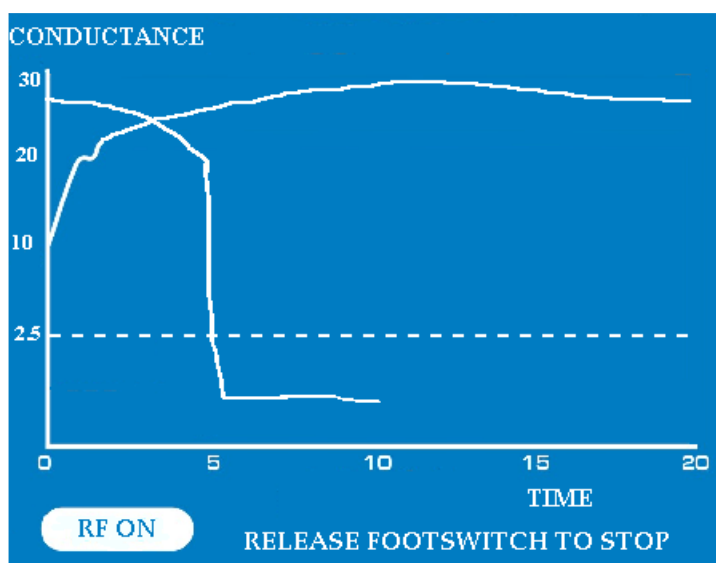

図 10 20 秒間以上凝固を続けた場合の重なりを示すディスプレイ
2. フットスイッチを踏み込んで高周波通電を開始して下さい。高周波通電は、フットスイッチの踏み込みを解除するか、あるいは連続通電が 40 秒を超えると自動的に通電が終了します。ディスプレイに本品が作動して RF ON モードになったことが示されます (図 10 参照)。ASU2 フロントパネルの RF インジケータは、青く点灯します。
- i. 測定された組織コンダクタンスのリアルタイムグラフは、LCD グラフィックス・スクリーンに $\pm 20\%$ の公差で表示され、コンダクタンスグラフは、20 秒のスケールで表示されます。コンダクタンスの測定値を使用して、ジェネレーターは貫壁性組織凝固の条件が達成されたかを判断します。組織コンダクタンスディスプレイのグラフに表示される 20 秒以内に貫壁性組織凝固が達成されない場合、グラフは 2 番目の画面に切り替わりコンダクタンスの続きが表示され、最大で 20 秒追加表示されます (図 10 参照)。